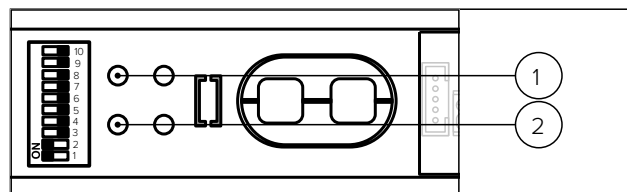

Рис. 48 Запустите обучающий цикл
- ▶ Светодиод мигает зеленым (Рис. 48/1).
3. Нажмите и удерживайте кромку сброса на приводе более 3 секунд (Рис. 48/2).